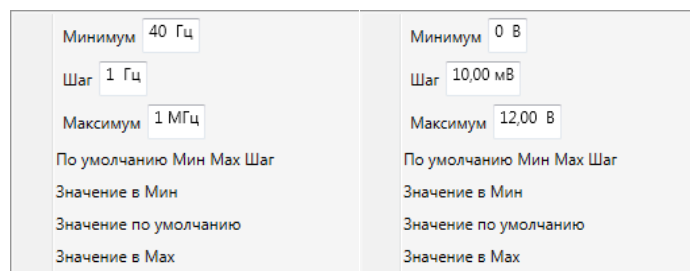

Рисунок 9.6.1.2 – Контекстные меню регулировки частоты и напряжения
- в ответ появится контекстное меню (рисунок 9.6.1.2);
- с помощью стрелок  и  можно регулировать частоту, а с помощью стрелок  и  - напряжение, с параметрами регулировки, предварительно заданными в контекстном меню (рисунок 9.6.1.2).